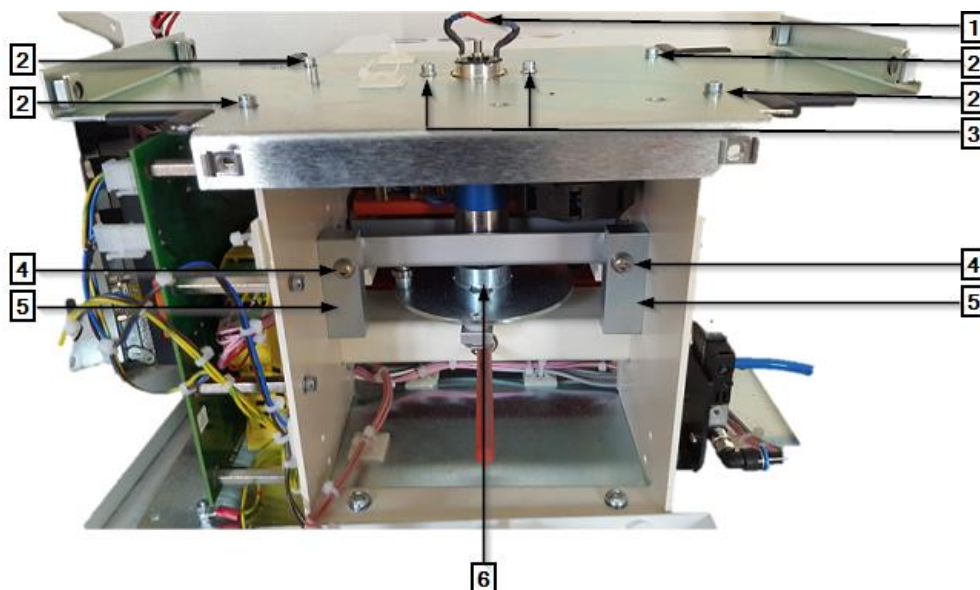

Fig. 71 Gruppo motore senza coperture (vista da dietro)
- Aprire le fascette dei cavi tra il processore e il condensatore. Per la descrizione dettagliata, vedere 0 Fig. 71 Gruppo motore senza coperture (vista da dietro), pagina 106.
- Verificare che la sede della ganascia di serraggio sia parallela alla camera di riscaldamento nella posizione **Carica**. Se necessario, regolare le viti di posizionamento del motore (2).
- Serrare a fondo le viti di posizionamento del motore M6x40 (2) e i controdadi sulla piastra di base (1) del gruppo motore.
- Posizionare le viti di fissaggio sul supporto del motore e serrarle a fondo. Vedere 0 Fig. 71 Gruppo motore senza coperture (vista da dietro), pagina 106.